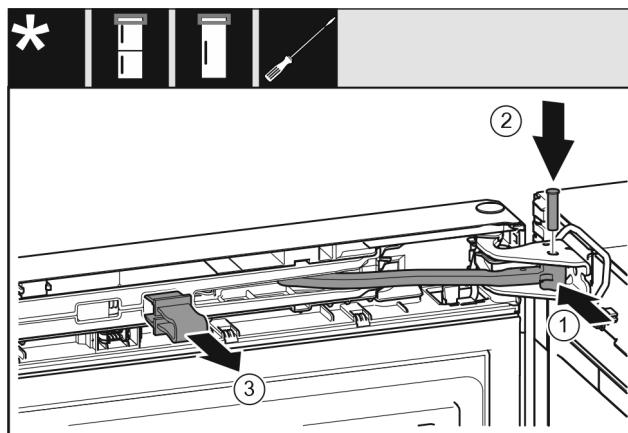

Fig. 21
- Otočte kloub ve stojanu ložiska. Fig. 21 (1)
- Vložte čep do stojanu ložiska a kloubu. Přitom dávejte pozor, aby byla zajišťovací vačka správně usazena v drážce. Fig. 21 (2)
- Vytáhněte pojistku. Fig. 21 (3)